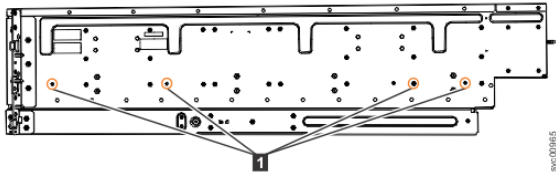

图 56. 将内部导轨连接到机柜的螺钉位置
4. 使用四颗 M4 螺钉将内部导轨连接到机柜的一侧。第 52 页的图 56 显示了螺钉位置。